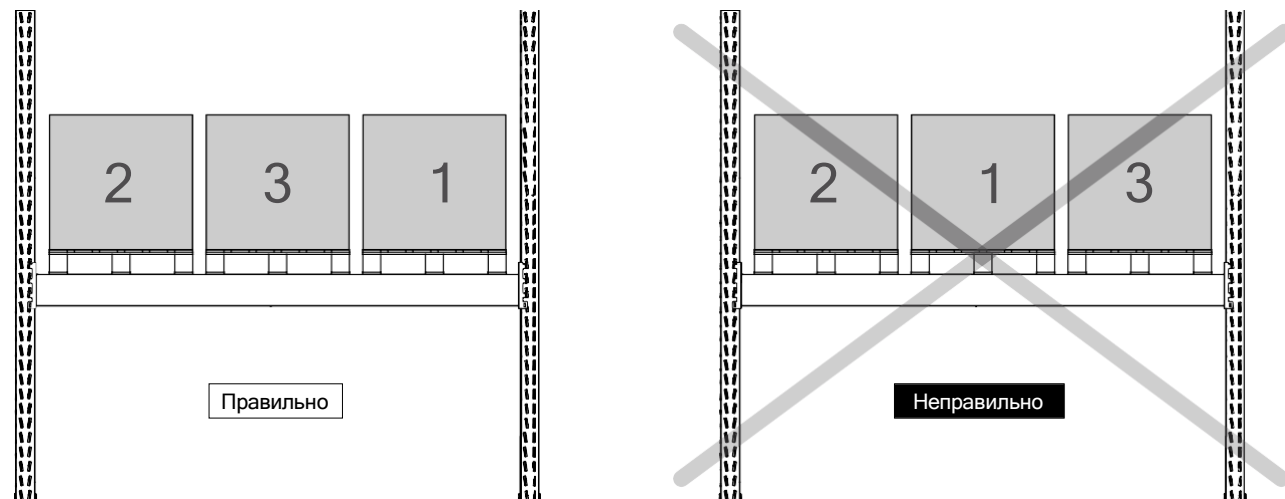

Рисунок 10 — Порядок размещения грузовой единицы на ярусе
- Если требуется установить больше двух грузовых единиц, ячейки необходимо заполнять от краев к центру (рис. 10).